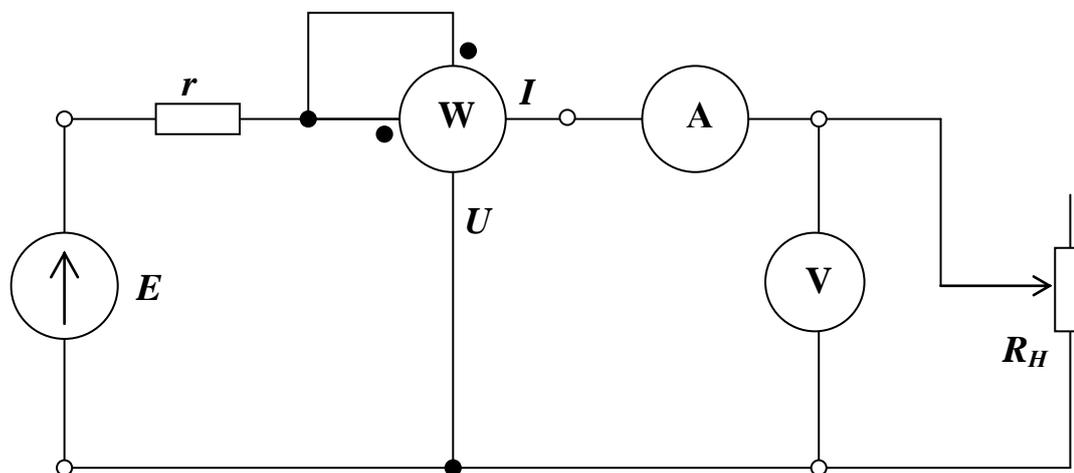

Рис. 4.3
4. Соберите цепь согласно схеме на рис. 4.3. Резистор r имитирует внутреннее сопротивление источника напряжения. В качестве нагрузки используется переменный резистор (потенциометр).